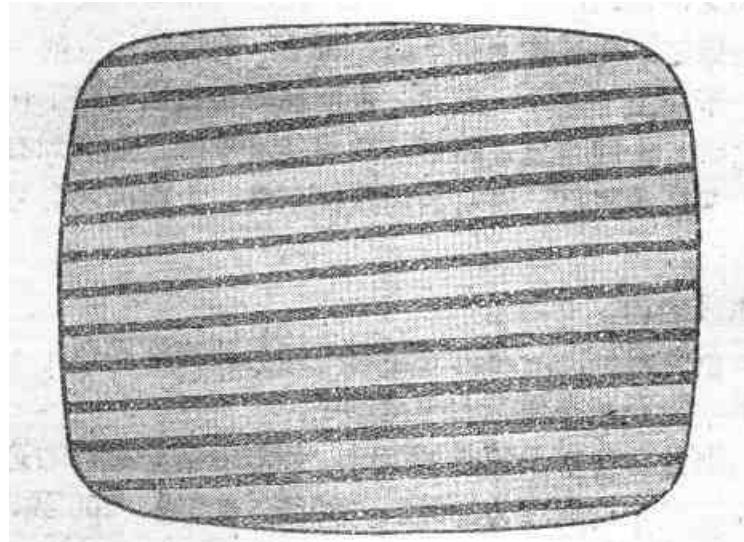

图1-4 行不同步
(1) 亮度、对比度钮配合起来调节，使荧光屏亮度适中，图象反差适中。荧光屏太亮会使图象淡薄，眼睛疲劳。图象反差太大则黑、白、灰层次太少，失去真实感。
(2) 调整 VHF 高频头的微调套钮，使图象、伴音达到最佳。微调套钮向左、向右旋转都行。
(3) 当屏幕上只有倾斜的黑白影条而看不到图象时(见图1-4)，是行不同步。调节“行频”